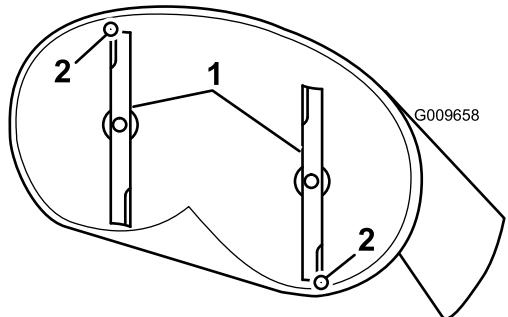
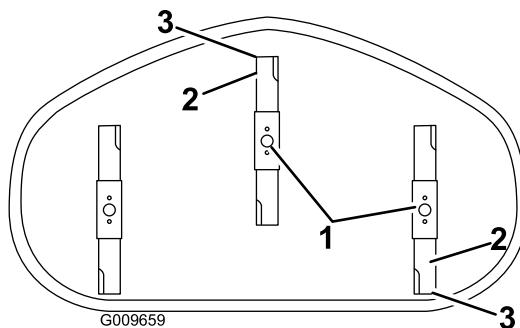

Figura 54
Figura 55
4. Gire cuidadosamente las cuchillas colocándolas en el sentido de avance de la máquina (Figura 54 y Figura 55).
5. Mida entre la punta de la cuchilla delantera y la superficie plana y entre la punta de la cuchilla trasera y la superficie plana (Figura 54 y Figura 55).
9. Despues de realizar el ajuste, compruebe de nuevo la inclinación longitudinal, y siga ajustando la tuerca hasta que la punta de la cuchilla delantera esté entre 1.6 y 7.9 mm más baja que la punta de la cuchilla trasera (Figura 54 y Figura 55).